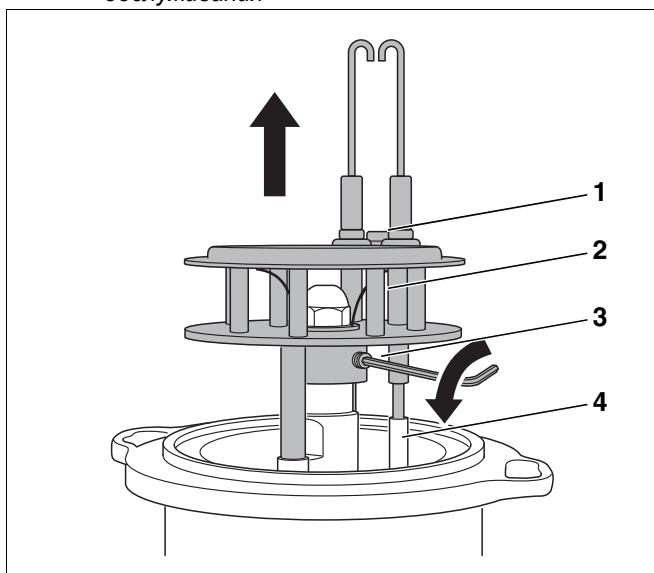

Рис. 33 Демонтаж смесительной системы
- Отвернуть винт (рис. 33, поз. 1) между запальными электродами.
- Отсоединить провода от запальных электродов (рис. 33, поз. 4).
- Ослабить штифт (рис. 33, **поз. 3**, стр. 30) и вынуть вверх смесительную систему (рис. 33, **поз. 2**, стр. 30).